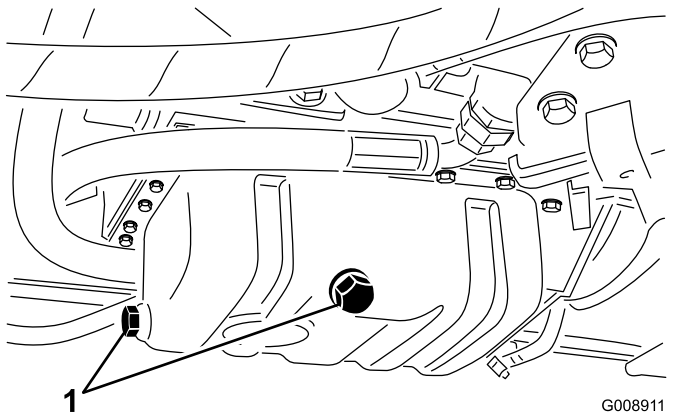

Bild 70
3. Entfernen Sie eine Ablassschraube (Bild 70) und lassen das Öl in eine Auffangwanne ablaufen; setzen Sie die Schraube ein, wenn kein Öl mehr ausläuft.